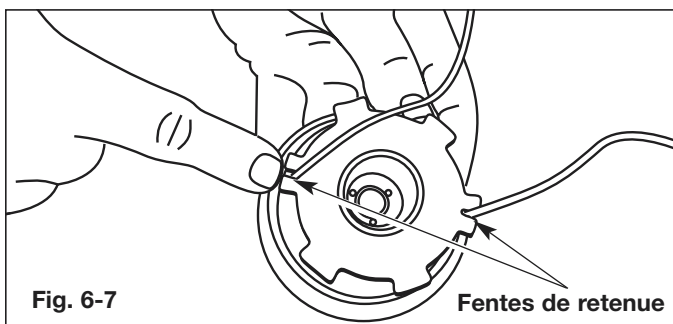

Fig. 6-7
12. Insérez les extrémités du fil dans les deux fentes de retenue (Fig. 6-7).